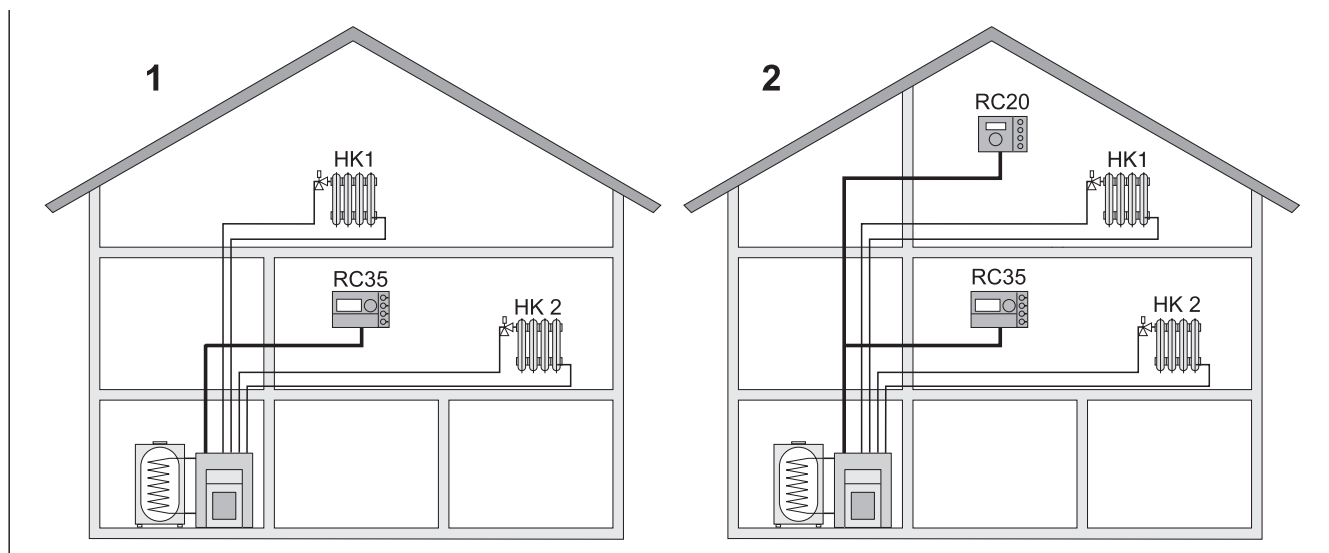

Bild 2 Möglichkeiten für eine Heizungsanlage mit zwei Heizkreisen
- Als alleinige Bedieneinheit in einer Heizungsanlage mit zwei oder mehr Heizkreisen¹ (Bild 2, **1**).
- In Verbindung mit einer Fernbedienung (z. B. RC20/RC20RF, Bild 2, **2**). In diesem Fall handelt es sich immer um zwei getrennte Heizkreise. Fernbedienungen können bei Heizkesseln mit UBA1.x nicht eingesetzt werden.